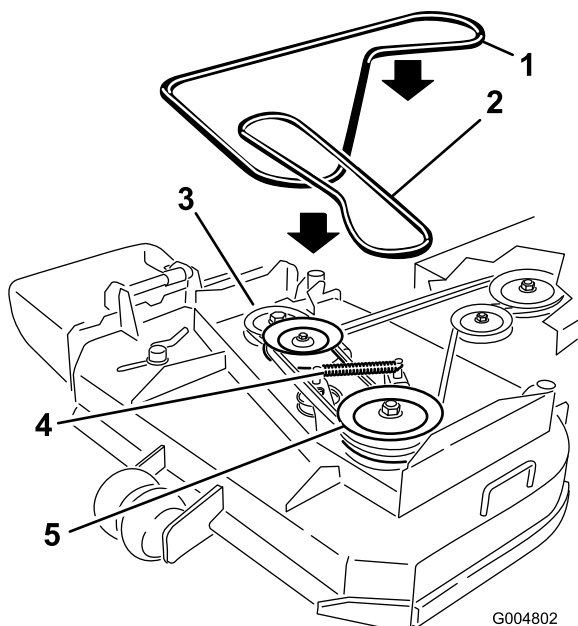

Figure 44
6. Décrochez le ressort du bras de la poulie de tension pour réduire la tension sur le bras et la poulie de tension, puis enlevez la courroie usagée (Figure 44).
7. Placez une courroie neuve autour des deux poulies d'axe extérieures, de la poulie de tension et dans la gorge inférieure de la poulie d'axe double (Figure 44).
8. Raccrochez le ressort du bras de tension (Figure 44).
10. Réglez l'écartement entre le guide et la courroie à 3 mm (Figure 44).